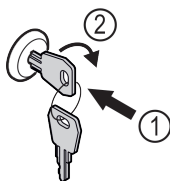

Fig. 82 Reprezentare exemplificatoare
- ▶ Introduceți cheia prin apăsare Fig. 82 (1).
- ▶ Rotiți cheia cu 90° în sensul acelor de ceasornic Fig. 82 (2).